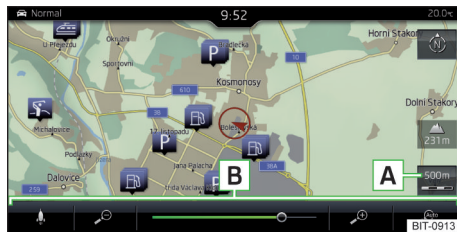
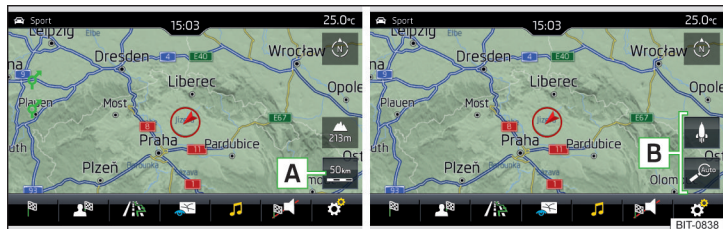

Fig. 228
Fig. 229 Suprafețele de comandă funcții pentru modificarea scării hărții: Infotainment Amundsen
► Atingeți suprafața de comandă funcții **A** » fig. 228, respectiv » fig. 229
În zona **B** » fig. 228, respectiv » fig. 229 sunt afișate suprafețele de comandă funcții pentru modificarea scării hărții.
- Atingeți suprafața de comandă funcții **A** » fig. 228 și utilizați cursorul sau atingeți suprafața de comandă funcții **B** » fig. 228 (valabil pentru Infotainment Columbus).